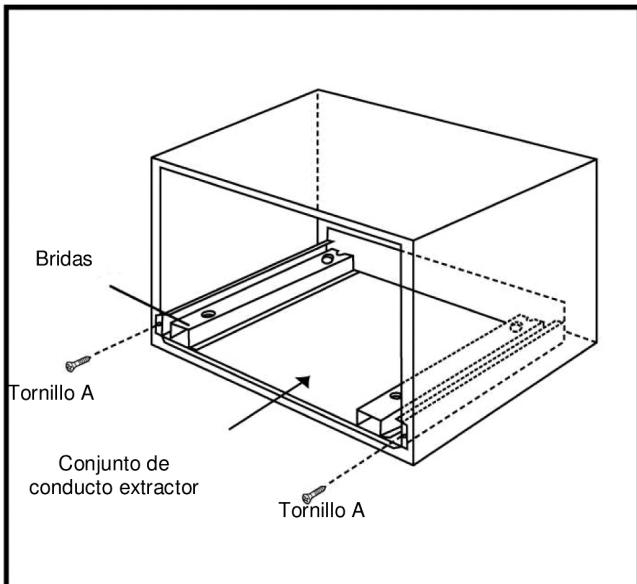

Ilustración 3
1. Coloque el conducto extractor en la abertura. Cuando el conjunto del conducto extractor se ha colocado en la abertura correctamente, las bridales quedarán firmemente contra el borde inferior de la abertura. Véase la Ilustración 3.